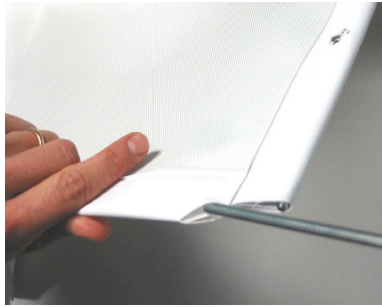
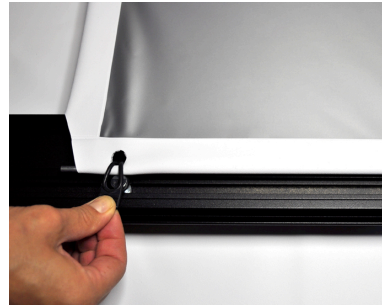

Fig. 1
Fig. 2
Legen Sie den Rahmen mit den beweglichen Befestigungen nach oben. Legen Sie das Tuch auf den Rahmen mit der Projektionsoberfläche nach unten, ohne diese zu verschmutzen. Sollte Ihre Leinwand ein FLAT ELASTIC Model sein, so stecken Sie die Zinkstangen in die dafür gedachten Taschen am Rand des Tuchs (siehe Fig. 1). Hängen Sie die Gummibänder an die Schieber des Rahmens um die Zinkstangen (siehe Fig. 2). FANGEN SIE hierbei MIT DEN VIER ECKEN AN.
Se o modelo do seu ecrã for um FLAT ELASTIC introduza as hastes galvanizadas (C) nas bolsas em todo o perímetro (Fig. 1). De forma a apertar a tela do ecrã, coloque as borrachas (D) nos orifícios e prenda-as aos cursores (Fig. 2).